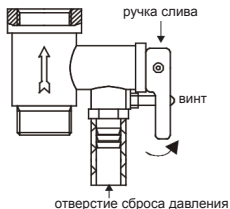

Рис. 6
4. На входной патрубок обозначенный голубым цветом и стрелкой направления течения воды накрутите предохранительный клапан так, чтобы течение воды совпадало с направлением стрелки на корпусе клапана. На отверстие сброса давления предохранительного клапана (см. рис. 6) оденьте дренажную трубку* для отвода воды (возможно появление при нагревании) в канализацию.
6. Чтобы слить воду из внутреннего бака, можно воспользоваться сливным отверстием (только для серии FSL2) (необходимо открутить заглушку, закрывающую сливное отверстие), также воду можно слить через предохранительный клапан (открутить сливной винт предохранительного клапана и перевести ручку слива в верхнее положение, при этом кран выхода горячей воды должен быть открыт, а кран подачи холодной воды в водонагреватель должен быть перекрыт) (смотри рис. 6). Никогда не сливайте воду, если ее температура выше 50°C, т.к. это может привести к ожогам.